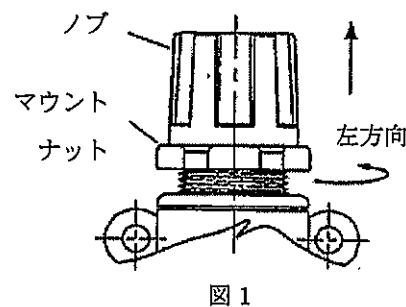
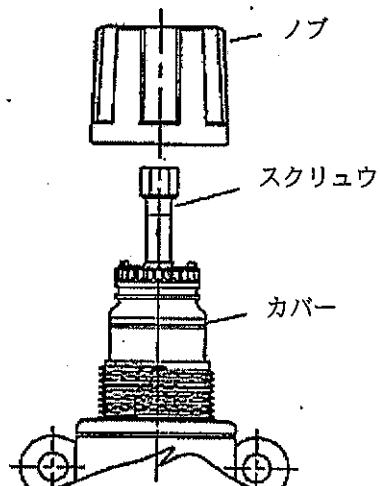

図 1
図 2
- 2) オプションのパネルマウント”P”を使用される場合の取付け穴はφ19を空けてください。マウントナットは、図1の様に左方向に回してノブを抜いてレギュレータをパネルに挿入してください。ノブを分解時、スクウェが外れたときは、図2の様にスクリュウをノブまたは、カバー内に挿入後ノブをカバーに”カチッ”と音がするまではめ込んでください。